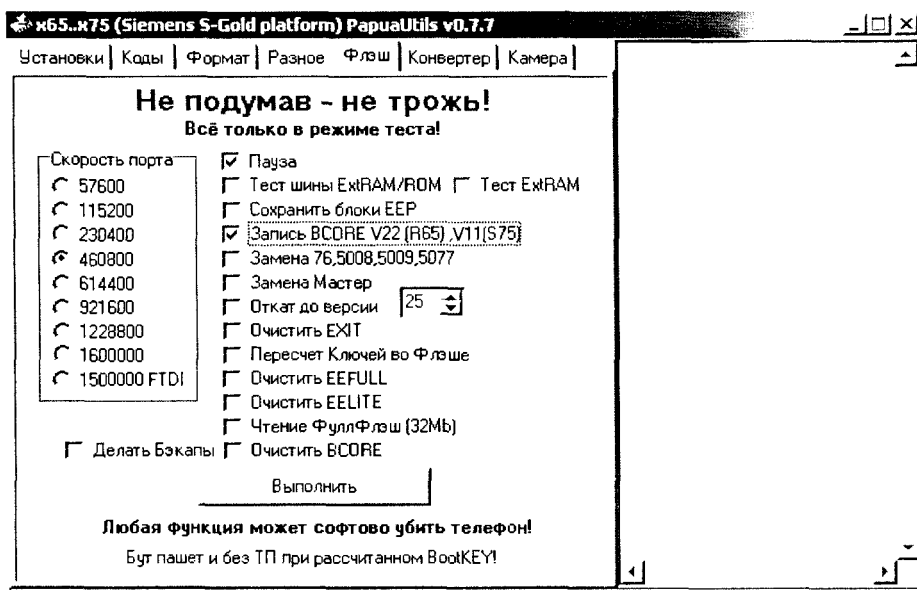

Рис. 1.2.11. Вкладка «Флэш» (поврежденный Bootcore)
2. Запускают PapuaUtils, переходят на вкладку «Флэш», убирают все флажки, кроме «Пауза» и «Запись BCore V22(R65),V11(S75)» (рис. 1.2.11).